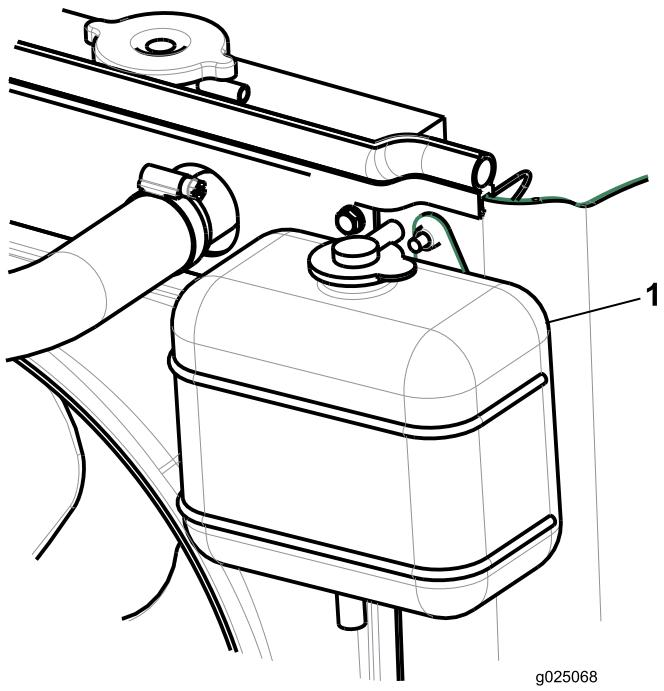

Figura 25
2. Compruebe el nivel de refrigerante en el depósito de expansión (Figura 25).